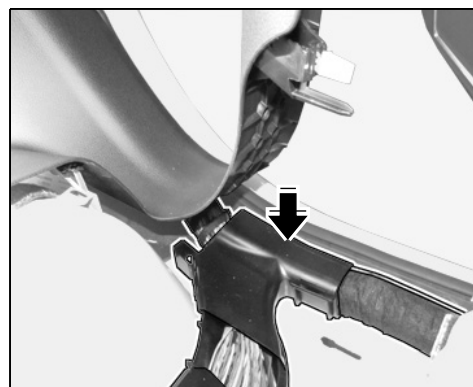

Рис. 8
- 2.3.2 Открыть кабельный канал сзади слева (⇒ Рис. 8 -стрелка-).